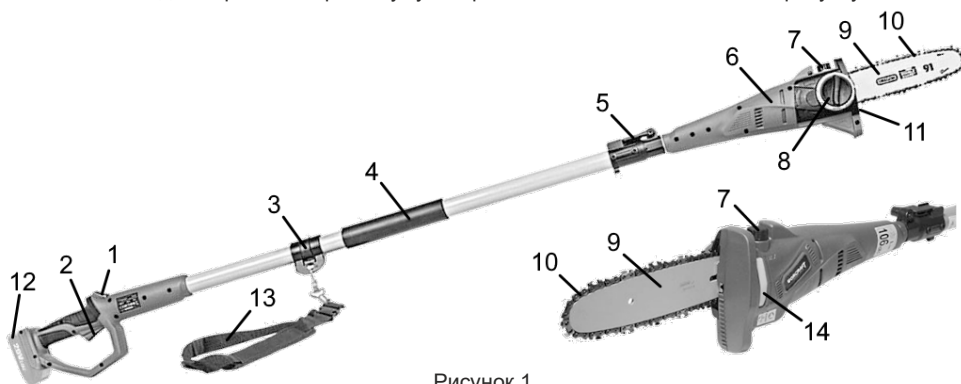

Рисунок 1
Відкрутіть гвинтову кришку (7, рисунок 1) й покладіть її убік так, щоб не втратити фіксувальне кільце. За допомогою вирви залийте в бак приблизно 100 мл оливи, призначеної для змащення ланцюга, після чого щільно загорніть кришку.
4.1.2 Для ввімкнення виробу під'єднайте акумуляторну батарею, натисніть пускову клавішу (2, рисунок 1) з наступним натисканням запобіжної кнопки (1, рисунок 1) великим пальцем руки. Для вимкнення відпустіть пускову клавішу або запобіжну кнопку.
- У процесі роботи виробом щільно притисніть упорну поверхню висоторіза (11, рисунок 1) до гілки, яку плануєте спилати. При цьому не відбувається тремтіння гілки під час її спилування.